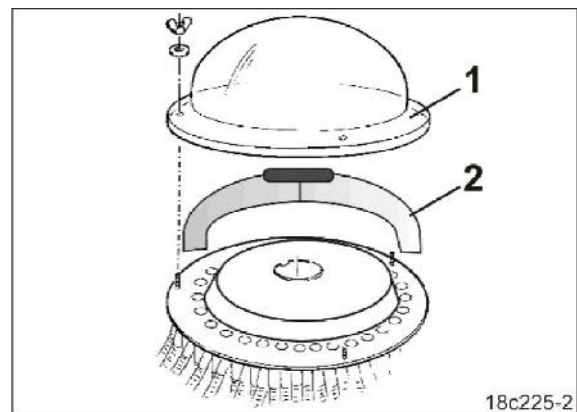

Fig. 134
2. Ta av det ytre dekslet på fordeleren (Fig. 134/1).
3. Monter innsatsen (Fig. 134/2) slik at sågodstilførselen til den aktuelle labben avbrytes.